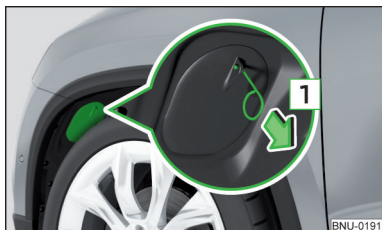

Fig. 350
- Régler les roues avant de façon à ce que le couvercle soit accessible » fig. 350.
- Placer et enfoncer le cache dans l'ouverture correspondante » fig. 350. Le cache doit être bien bloqué.